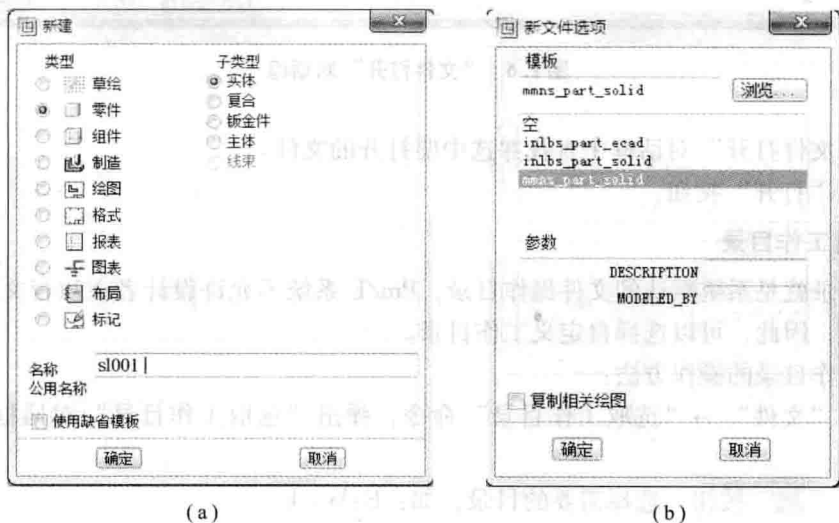

图 1.5 新建文件对话框
①选择“文件”→“新建”命令，或单击工具栏上的  按钮，打开如图 1.5（a）所示的对话框。
②指定文件“类型”以及“子类型”。如：创建实体零件模型，则选择“零件”以及“实体”。
③输入新建文件的文件名称，如 sl001。公共名称是指该新建文件的公共描述，一般不指定。
④选择“使用缺省模板”，表示所创建零件的有关制图标准，如长度的单位、重量的单位、体积的单位等均采用系统默认的标准（英制），如不选择“使用缺省模板”，则表示可以在开始工作前自行选择合适的制图标准。例如：取消了“使用缺省模板”，单击“确定”按钮，系统则会转到制图标准的选择对话框，如图 1.5（b）所示。
⑤单击“确定”按钮完成创建。